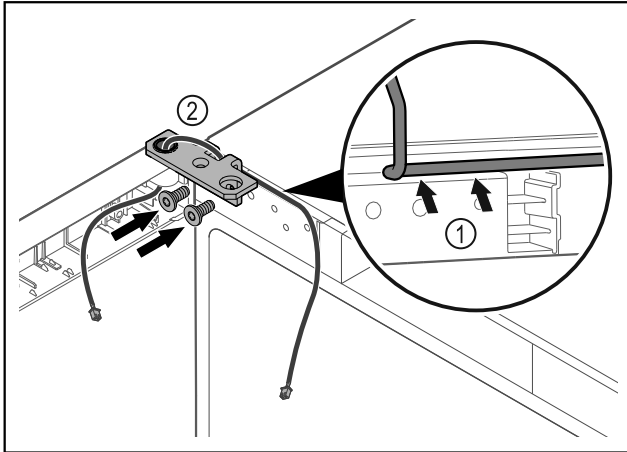

Fig. 34
- Kabel door de uitsparing van de scharnierhoek leiden en voorzichtig monteren Fig. 34 (1).
- Scharnierhoek Fig. 34 (2) vastschroeven.